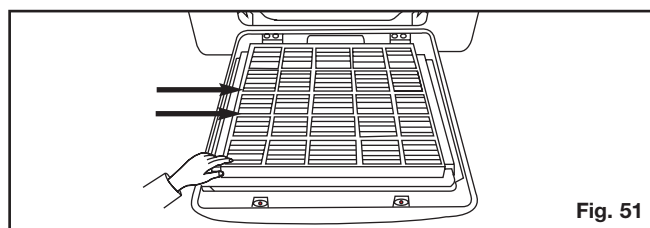

Fig. 51
- 1) Extraer los filtros por el lateral, ejerciendo una ligera presión en los puntos indicados en la fig. 51.